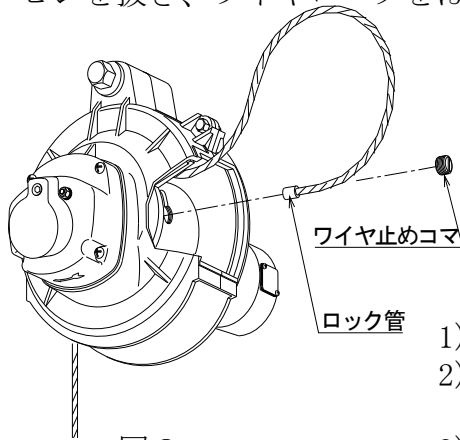

図2
- 2) マイナスドライバーでワイヤ止めコマを外す。(図2)